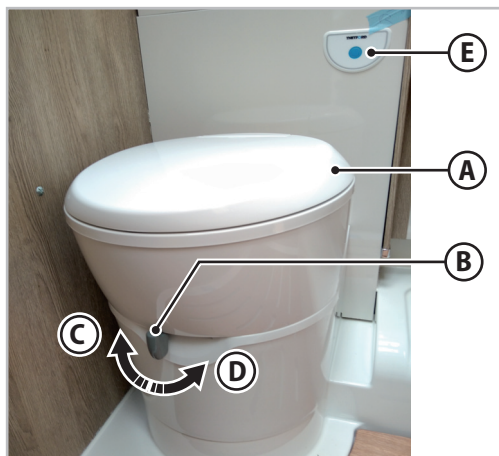

Fig. 6.44 - Risciacquo WC
La parte superiore del WC (A - Fig.6.44) può ruotare verso destra o sinistra per un utilizzo ottimale degli spazi.
1. Spostare la leva (B - Fig.6.44) nella posizione (C - Fig.6.44) per aprire lo sportello di scarico.
2. Tenere premuto il bottone (E - Fig.6.44) di risciacquo per il tempo necessario.
3. Chiudere lo sportello di scarico spostando la leva nella posizione (D - Fig.6.44).
1. Verificare che lo sportello di scarico del WC sia chiuso: la leva (B - Fig.6.44) deve trovarsi nella posizione (D - Fig.6.44).